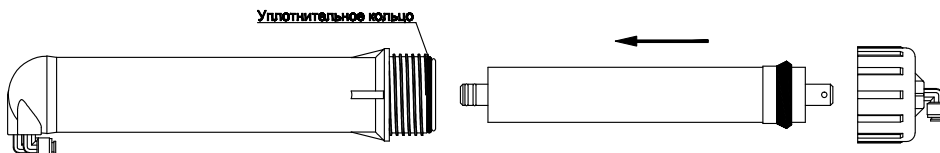

Рис.8
- установить мембрану в корпус согласно рис. 8.;